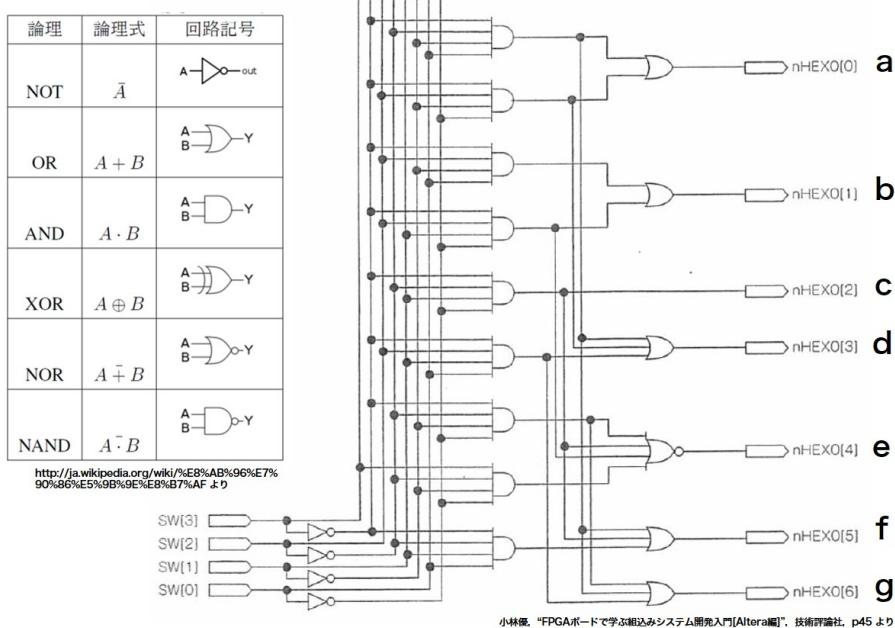

図 4: 7 セグメント・デコーダ回路図
2. 練習 1 の 7 セグメントデコーダにおいて、「reference.pdf」の表 2-2 の真理値表(本資料の図 6)から、図 4 の回路図の導出を、(カルノー図等(この他でも良い)を用いて) レポートに記すこと。